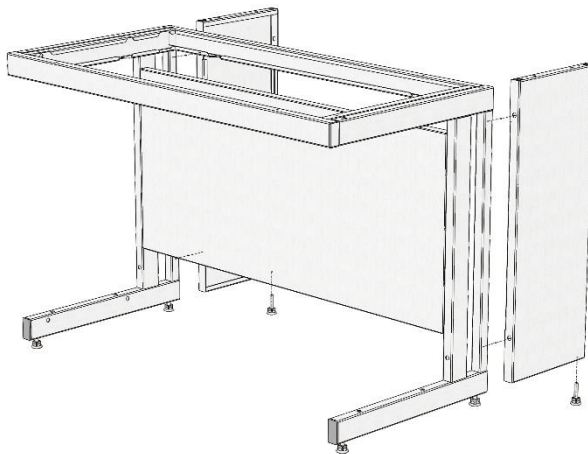

Рис. 2. Сборка каркасного основания
- 6.3. Собрать каркасное основание, соединив каркас стола с боковинами тех. приставки, используя болты М8x16 и шайбы 8 (Рис. 2).